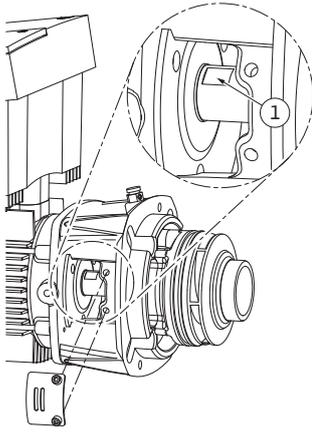

Fig. 52: Nøgleflader på akslen
15. Før en gaffelnøgle, optimal nøglevidde 22 mm, ind i lanternevinduet, og hold akslen fast med nøglefladerne (fig. 52, pos. 1). Skru pumpehjulsmøtrikken (fig. 7, pos. 15) ud. Pumpehjulet (fig. 7, pos. 16) trækkes automatisk af akslen.
24. Før ved montering af pumpehjulet en gaffelnøgle, optimal nøglebredde 22 mm, ind i lanternevinduet, og hold akslen fast med nøglefladerne (fig. 52, pos. 1).